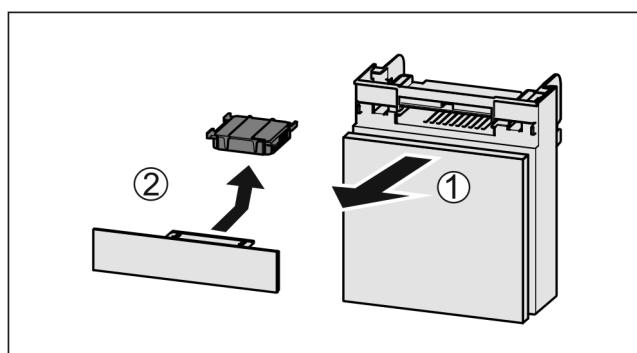

Fig. 97
- Fach nach vorne herausziehen *Fig. 97 (1)*.
- Aktivkohlefilter entnehmen *Fig. 97 (2)*.